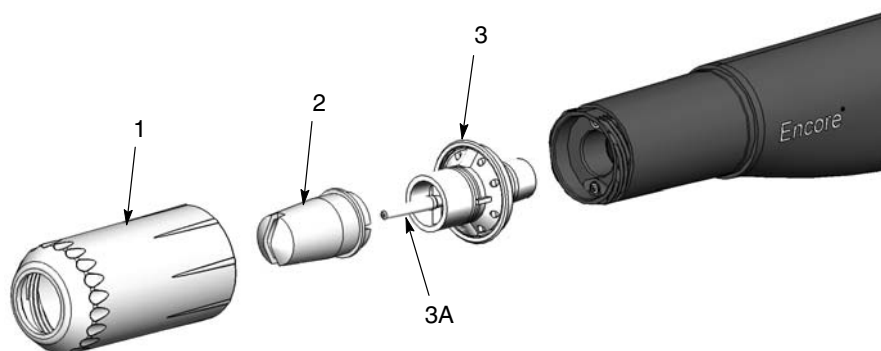

Figura 8 Rimozione e installazione dell'ugello a spruzzo piatto
1. Vedi figura 8. Svitare il dado dell'ugello (1) girando in senso antiorario.
2. Tirare via l'ugello per spruzzo piatto (2) dal gruppo elettrodo (3).